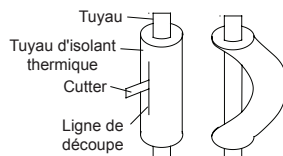

Fig. 13
- (2). Ne pliez pas les tuyaux à un angle de plus de 90°.
- (3). Lorsque vous pliez ou tordez de manière répétée les tuyaux, le matériau durcit, rendant toute autre torsion ou pliage difficile. Ne pliez et ne tordez pas les tuyaux plus de trois fois.
- (4). Lorsque vous pliez le tuyau, ne le pliez pas tel quel. Vous risquez de le casser. Dans ce cas, coupez l'isolant thermique du tuyau avec un cutter comme indiqué dans la Fig. 13 et pliez le tuyau après l'avoir exposé.
(4). Lorsque vous pliez le tuyau, ne le pliez pas tel quel. Vous risquez de le casser. Dans ce cas, coupez l'isolant thermique du tuyau avec un cutter comme indiqué dans la Fig. 13 et pliez le tuyau après l'avoir exposé. Après l'avoir plié comme vous le souhaitez, assurez-vous de replacer l'isolant thermique et assurez-le avec du ruban.